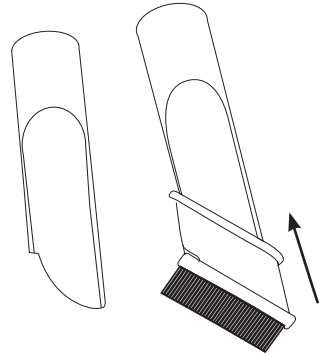

Fig. 5 – Bocal sem e com escova
- O bocal para cantos pode ser usado com ou sem escova. Para limpeza de estofados e tecidos utilize o bocal com escova. Fig. 5